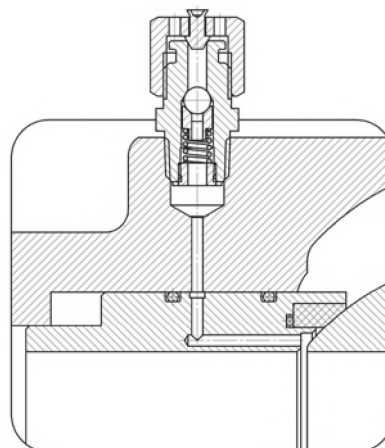

рис. 2
- **Запорные краны (серия 620) (рис. 2)**